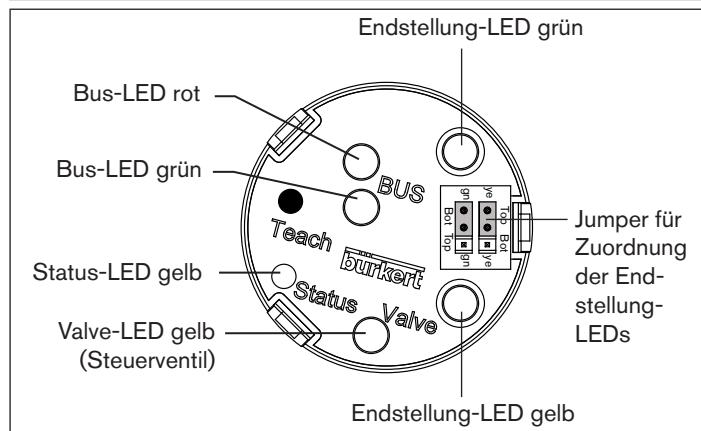

Bild 16: Anzeigeelemente AS-Interface
4) Farbeinstellung ab Werk. Kann über Jumper eingestellt werden (siehe „Bild 16“).